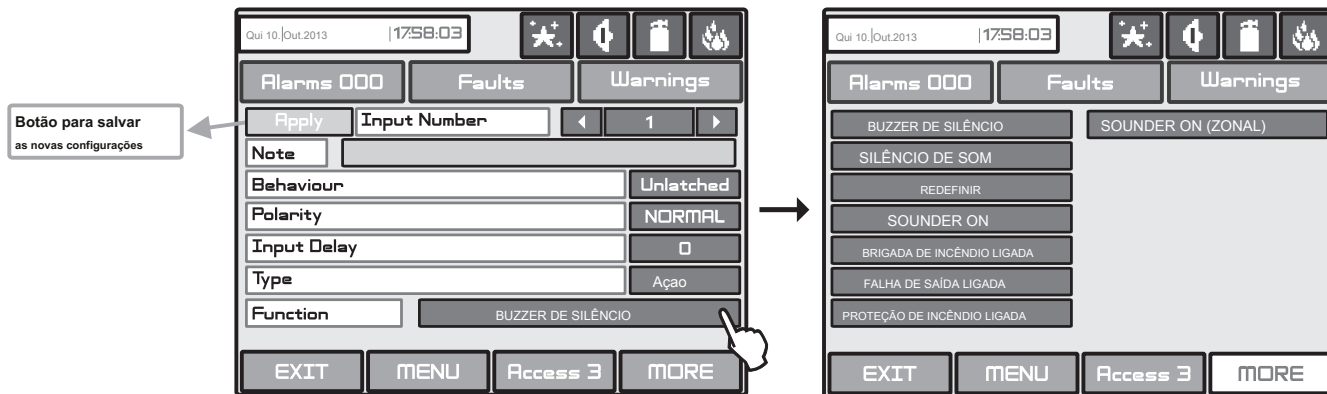

Fig. Tela 17 - Menu de introdução aos eventos de ação.
- Fig. Tela 17. Os eventos de ação possíveis são: